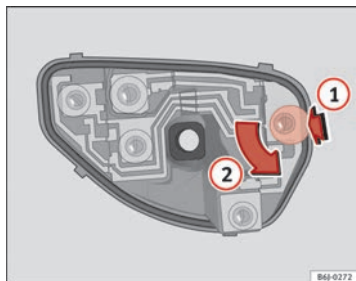

Fig. 178 Cambio lampade luci posteriori
- Una volta tolto il portalampade, premere nel senso indicato dalla freccia (1) e ruotare contemporaneamente nel senso indicato dalla freccia (2) ⇒ fig. 178.